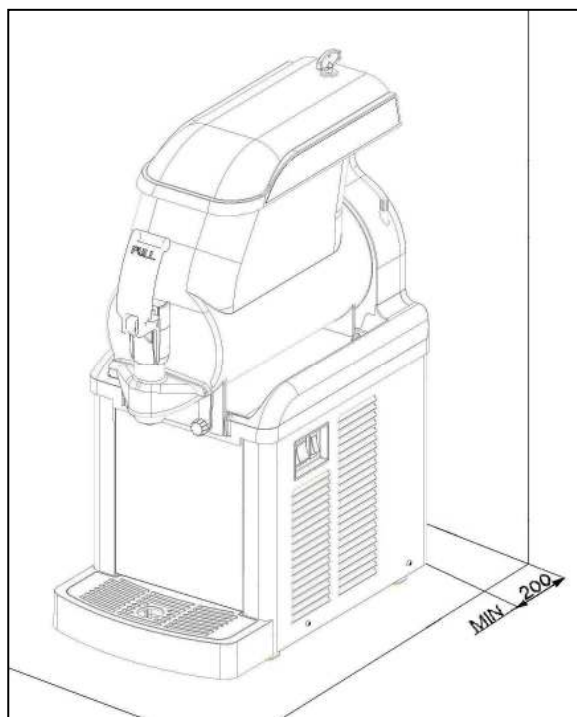

Fig. 2
b) Appoggiare l'apparecchio su una superficie orizzontale e solida facendo in modo che la carrozzeria dell'apparecchio sia ben areata (almeno 8 inch di spazio libero, fig.2), installare l'apparecchio in un ambiente asciutto ed evitare di installarlo vicino a fonti di calore. **La temperatura ambiente di utilizzo macchina deve essere compresa tra i 75°C e i 90°F.**